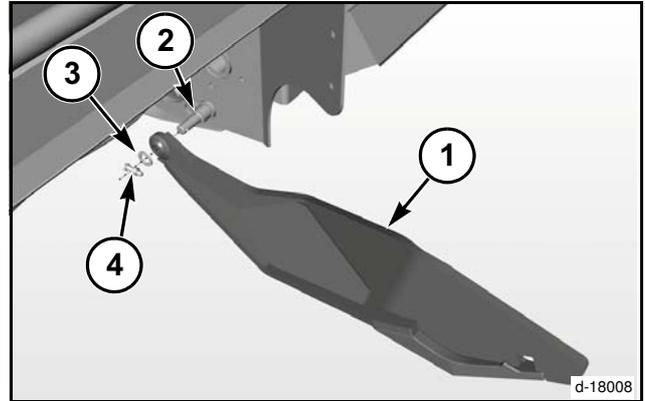

FIG. 5
FIG. 5: Instale los brazos de elevación (1) en los pasadores (2) del colector. La parte desviada del brazo de elevación debe quedar del lado de adentro del colector.